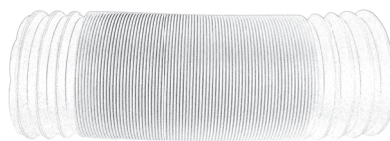

Abb. 1
2. In dem Warmluft-Ableitungsrohr (18) ziehen Sie die Außenringe an den beiden Rohrenden heraus, so dass die Ausrüstung frei angeschraubt werden kann (Abb.1).